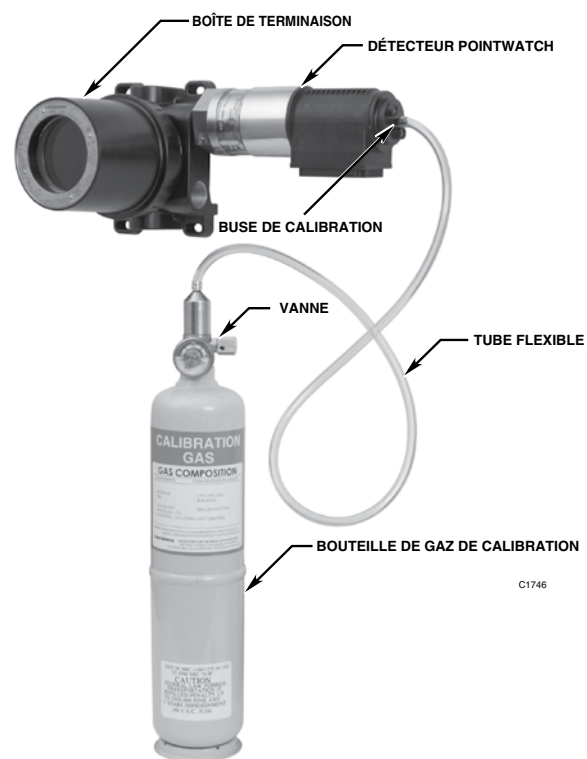

Figure 25—Configuration de Calibration du Détecteur PIR9400 en Inox
5. Connecter la bouteille de gaz de calibration, la vanne et le tube sur le raccord d'entrée calibration directe du détecteur (voir Figure 24 pour le modèle aluminium et Figure 25 pour le modèle inox) ou sur la buse du manchon anti-vent, suivant la méthode utilisée.